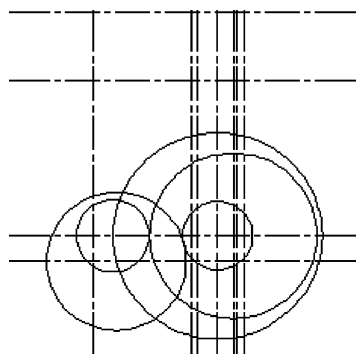

图 5-88 偏移处理 (二)
(5) 单击“默认”选项卡“修改”面板中的“偏移”按钮，将直线段5分别向左和向右偏移22.5和30，将线段6向上偏移80，将偏移后的直线切换到“轮廓线”图层，偏移结果如图5-88所示。